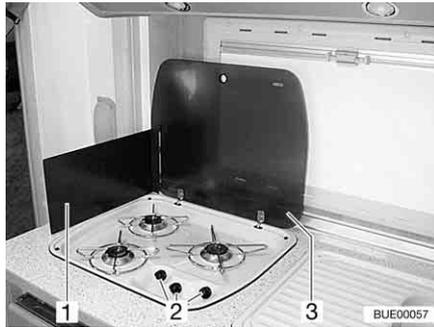

Bild 179 Gaskocher
- Gaskocher-Abdeckung (Bild 179,3) öffnen.
- Je nach Modell Flammenschutz (Bild 179,1) ausklappen oder aufstellen.
- Drehregler (Bild 179,2) der gewünschten Brennstelle auf Zündposition (große Flamme) drehen.